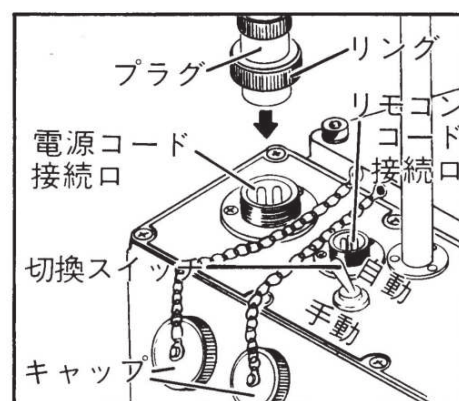

図2
4. 手動・自動の切換スイッチを手動にセットします。(図2)